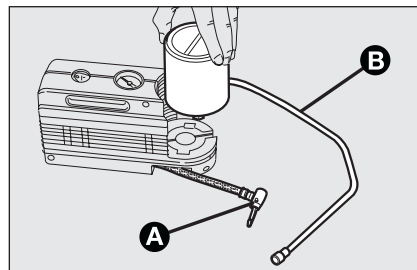

fig. 18
- ☐ débrancher le crabot **A-fig. 18**;